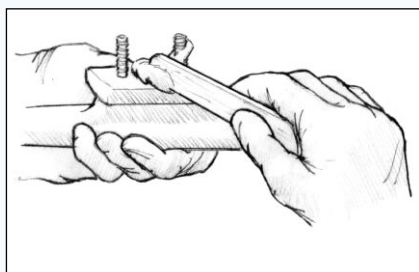

Figura 17 Ricoprire con resina addensata la parte inferiore dell'accessorio metallico e della filettatura dell'elemento di fissaggio.
4. Iniettare nel foro una resina epossidica che non cola/una miscela 404 o 406. Utilizzare una quantità di miscela sufficiente a far sì che non rimangano vuoti nel foro dopo l'inserimento dell'elemento di fissaggio. Ricoprire con resina addensata la parte inferiore dell'accessorio metallico e la filettatura dell'elemento di fissaggio (*Figura 17*).